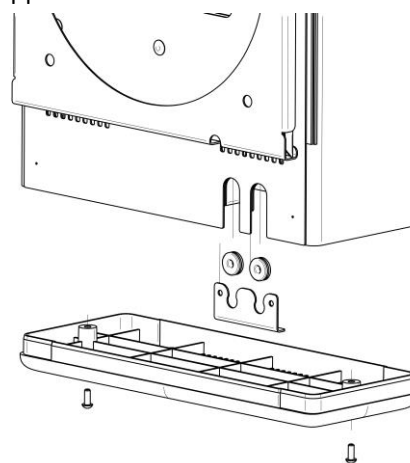

Рис. 21
3. Извлеките прижимную пластину. Вставьте резиновые втулки в пазы прижимной пластины и установите пластину на место. Установите нижнюю крышку и закрепите ее винтами, см. Рис. 21. Подключите питание.